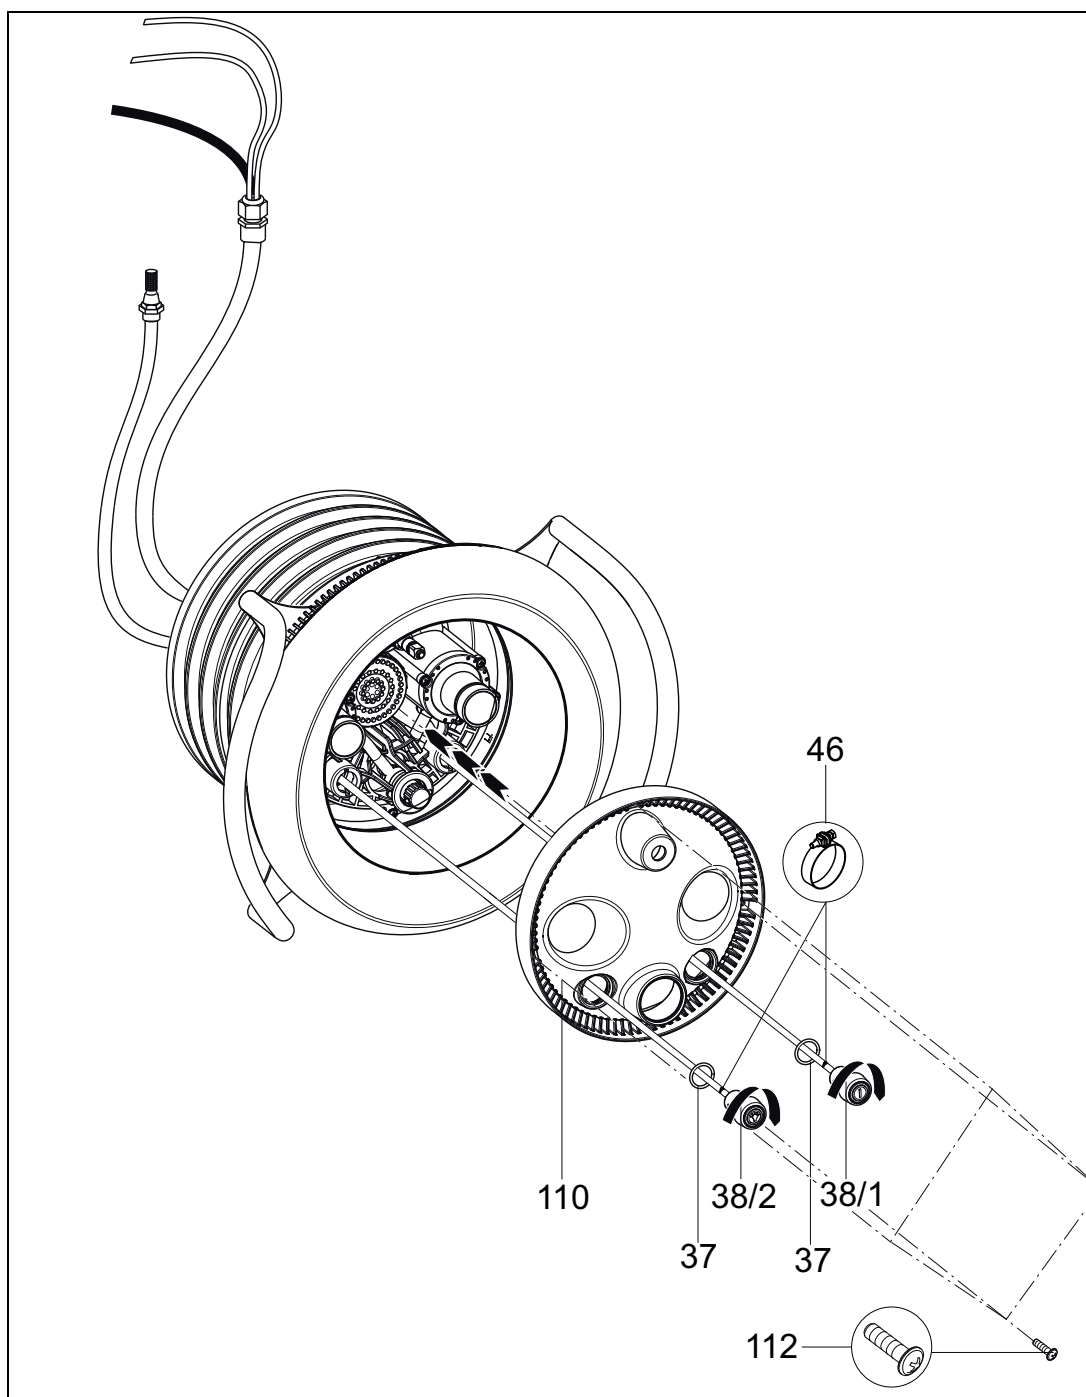

Fig. 12
10. Pasar los tubos neumáticos a través de los agujeros inferiores o externos de la cubierta de luz (110) (ON/OFF enlaces de luz, ON/OFF bomba a derecha). Alinear la cubierta de luz (110) centrada en la caja de boquillas (102.1) y fijarla con cuatro tornillos con rosca cortante (112) (*Fig. 12*).
11. Insertar un anillo toroidal (37) en cada pulsador neumático (38/1; 38/2). Fijar los tubos neumáticos en los pulsadores correspondientes con las sujeciones de tubo (46). Introducir los dos pulsadores neumáticos a través de la cubierta de luz (110) en la caja de boquillas y bloquearlos mediante giro en sentido de las agujas del reloj (*Fig. 12*).